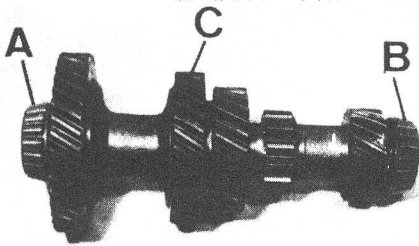

Fig. C1-115 Eje intermedio
- 1.1. Extraer los rodamientos delantero, A (Fig. C1-115) y trasero, B, del eje intermedio, C, y se apartarán, procurando no intercambiar la posición de ambos a la hora del montaje.
- 2.1. Calar los rodamientos delantero, A (Fig. C1-115) y trasero, B, a tope, repetando la posición en que los dos iban montados sobre el eje desechado.
- 1.2. Desmontar los rodamientos delantero, A (Fig. C1-115) y trasero, B, del eje intermedio, C.
- 2.1. Calar a tope en el eje intermedio, C (Fig. C1-115) los nuevos rodamientos delantero, A, y trasero, B.